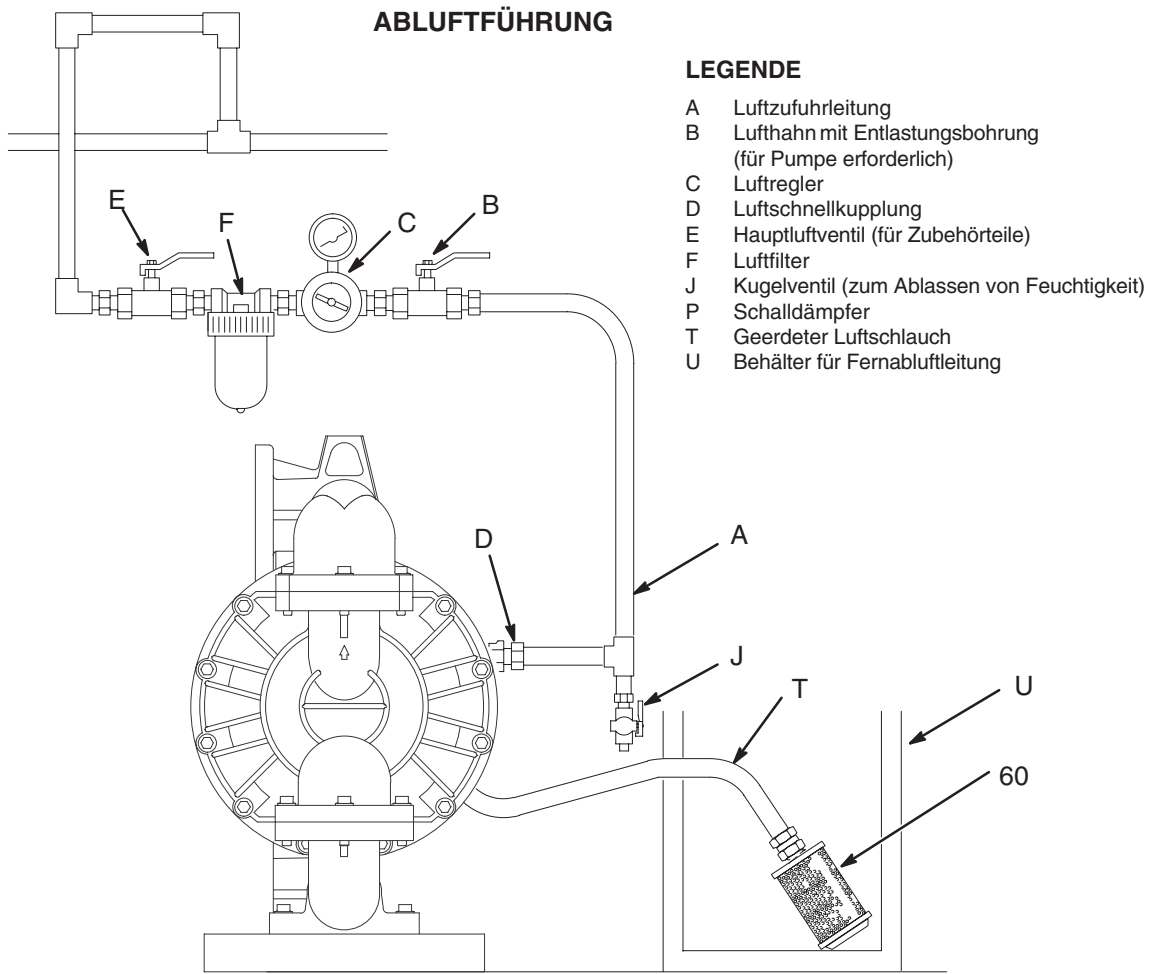

Abb. 3
1. Den Schalldämpfer (60) aus der Abluftöffnung in der Pumpe ausbauen.
2. Einen geerdeten Abluftschlauch (T) installieren und den Schalldämpfer (60) am anderen Ende des Schlauches anschließen. Der Abluftschlauch muß einen Innendurchmesser von mindestens 25,4 mm (1") besitzen und 1,5 m lang sein. Wenn ein längerer Schlauch benötigt wird, ist ein entsprechend größerer Durchmesser zu verwenden. Scharfe Knicke oder Biegungen im Schlauch vermeiden. Siehe Abb. 3.
3. Einen Behälter (U) an das Ende der Luftleitung stellen, um im Fall eines Membranenrisses Material aufzufangen.